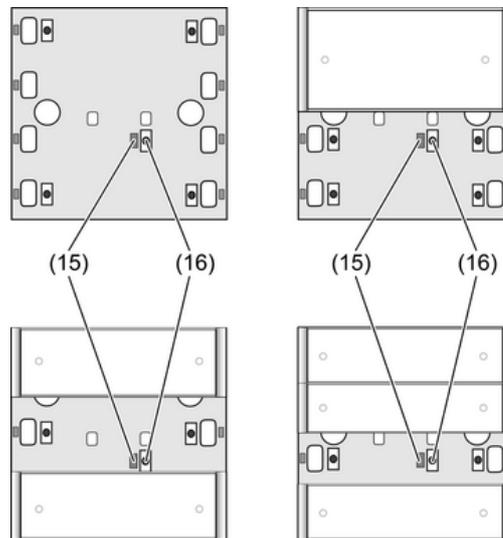

Figura 4
(15) LED di programmazione
(16) Tasto di programmazione
Tasto e LED di programmazione si trovano sotto le coperture degli interruttori a bilico (figura 4). La copertura (12) e il supporto (10) dell'interruttore a bilico sopra il tasto programmazione sono smontati.
- i** Se l'apparecchio non dispone del software applicativo - o ne possiede uno errato -, il LED di funzionamento (4) lampeggia.
- Premere il tasto programmazione (16).